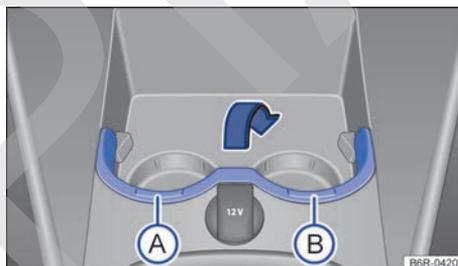

Fig. 133 En la parte delantera de la consola central: abrir el portabebidas.
Para *abrir* el portabebidas, agarre la zona → fig. 133 (A) o (B) y levántela hacia delante en el sentido de la flecha.